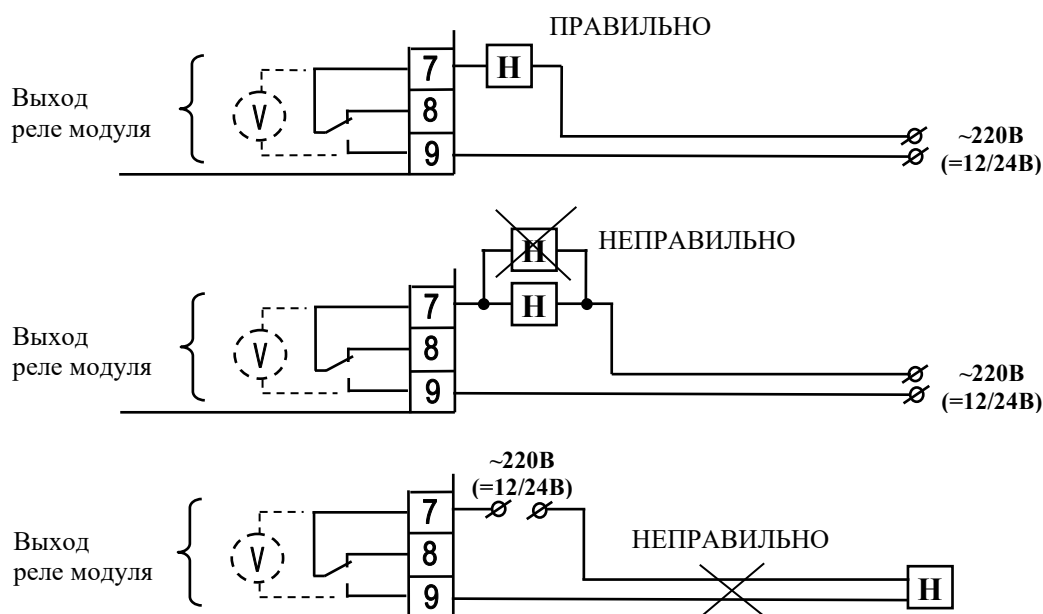

Рис.5. Особенности схемы подключения нагрузки к МАКС-У.
2.1.3. На рис. 5 показаны наиболее часто встречающиеся ошибки подключения нагрузки к контактам модуля. На рисунке представлен также принцип контроля цепи управления, который условно может быть представлен как вольтметр, измеряющий напряжение между клеммами 3 и 5.
Как демонстрирует рис.5, модуль обеспечивает контроль исправности цепи только одной подключенной нагрузки – обрыв цепи второй нагрузки обнаружен не будет.
При этом для эффективного контроля исправности нагрузки и цепи управления рекомендуется устанавливать модуль вблизи нагрузки (см. рис.2-4). При работе с удаленной нагрузкой, как показано на рис.5, короткое замыкание в проводах, питающих нагрузку, обнаружено не будет.